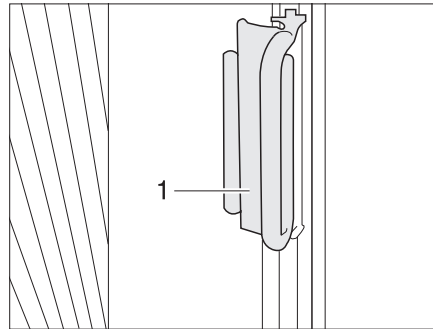

Bild 18 Griff Kaltverdunklung für Fahrer- und Beifahrerfenster
- Die Kaltverdunklungen zu beiden Seiten der Frontscheibe jeweils am Griff (Bild 18,1) fassen und vorsichtig zur Mitte der Frontscheibe hin zuziehen, bis der Magnetverschluss die Kaltverdunklung geschlossen hält.
- Den Griff (Bild 18,1) auf den Aufsatz schieben. Die Kaltverdunklung ist gesichert.